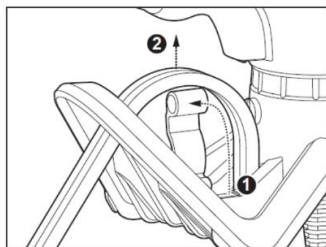

図 6
1. プローブ保持具を持ち上げて、プローブケーブルを巻かれた状態でプローブ保持具に通過させてください。(図 6)